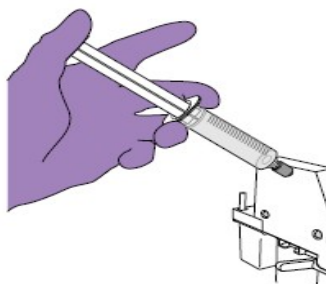

Figura 21. Colocación de jeringa para limpieza de la trampa de la bomba del Analizador Genético.
**7.8.4** Coloque la jeringa en el adaptador que se encuentra en la parte superior de la bomba. Afloje el adaptador girándolo en contra de las manecillas del reloj (ver figura 21)